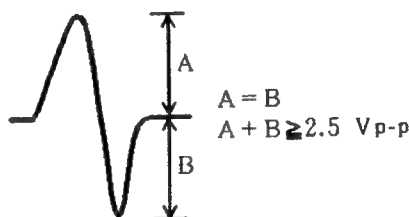

Figure 8
3. Tout en regardant l'écran de l'oscilloscope, appuyer sur la touche PGM et observer la forme d'onde de la Figure 8, pendant quelques instants. Vérifier que l'amplitude atteint au moins 2,5 Vc-c et que les amplitudes positive et négatives soient égales. Comme la forme ne sort que pour un moment, quand la touche PGM est enclenchée, appuyer sur à plusieurs reprises sur cette touche, jusqu'à ce que la forme d'onde ait été vérifiée.